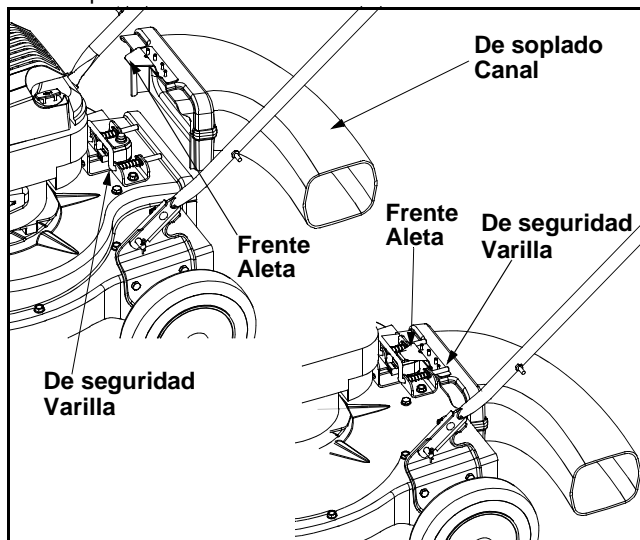

Figura 4
- Tome el canal de soplado con una mano y deslice la varilla de seguridad del soporte de montaje hacia el motor con la otra mano. Use el extremo del soporte de montaje como palanca cuando deslice la varilla de seguridad. Ver Figura 4.
- Tome el canal de soplado con una mano y tire de la varilla de seguridad del soporte de montaje hacia el motor con la otra mano para soltarlo. Consulte Figura 4.